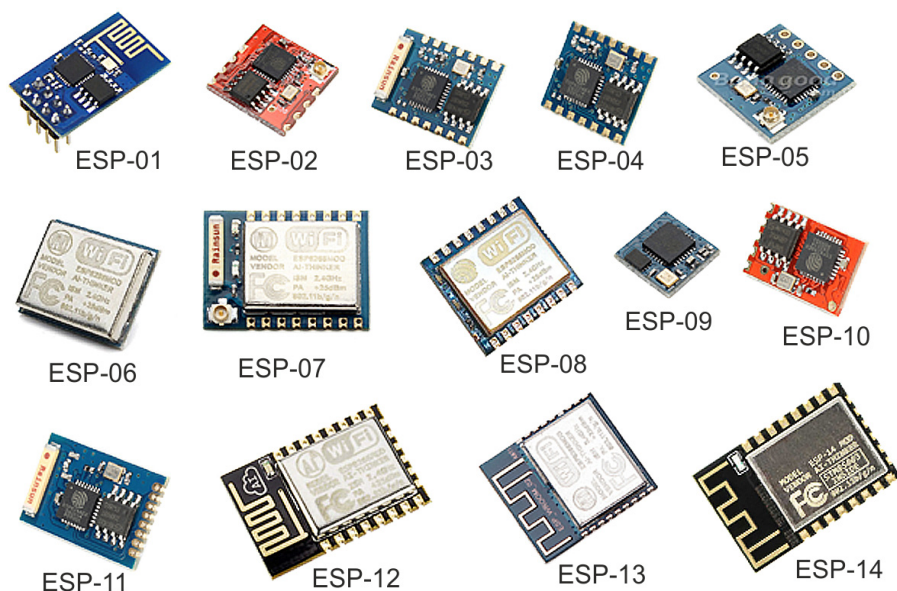

Рис. 2.5. Стандартные модули на основе ESP8266
Микросхема ESP8266 выполнена в малогабаритном корпусе и в любительской практике используется только в виде готовых модулей с необходимыми внешними компонентами схемы (рис. 2.5). Но даже в таком виде модули редко применяются в любительских проектах, потому что их неудобно подключать к макетной плате.
- ◆ **Режим программирования.** Для перевода микросхемы в режим записи прошивки необходимо установить низкий уровень на входе **GPIO0** и кратковременно подать низкий уровень на вход сброса **RESET** (либо держать вывод **GPIO0** соединенным с общим проводом в момент включения питания). Микросхема перейдет в режим программирования и коротко мигнет встроенным светодиодом, подключенным к выводу **GPIO2**. После этого можно вернуть высокий уровень на вход **GPIO0**. На большинстве плат, включая WeMos D1 и NodeMCU, смонтирована схема из двух транзисторов для автоматического перехода в режим программирования по сигналам DTR и RTS от конвертера USB-UART. Если на вашей плате такой схемы нет, или вы используете стандартный модуль ESP-xx (см. рис. 2.5), то вам придется вручную переводить микросхему в режим записи.